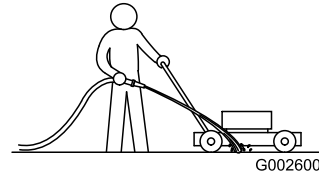

Figure 47
- Mettez le moteur en marche lorsque la tondeuse se trouve sur une surface revêtue plane et dirigez un jet d'eau devant la roue arrière **droite** (Figure 47).